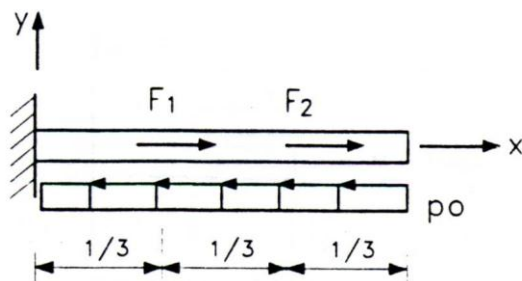

Figura 5
3) Determinar as equações e traçar os diagramas de força normal e de deslocamento axial para a barra mostrada abaixo (figura 5). A barra está sujeita às forças  $F_1 = 10\text{N}$  (aplicada em  $1/3$  do comprimento),  $F_2 = 20\text{N}$  (aplicada em  $2/3$  do comprimento) e  $p_0 = 5\text{ N/m}$ . Considere que a barra tem seção transversal quadrada com arestas  $l = 50\text{mm}$ , tem  $1\text{m}$  de comprimento e que  $E = 100\text{GPa}$ .